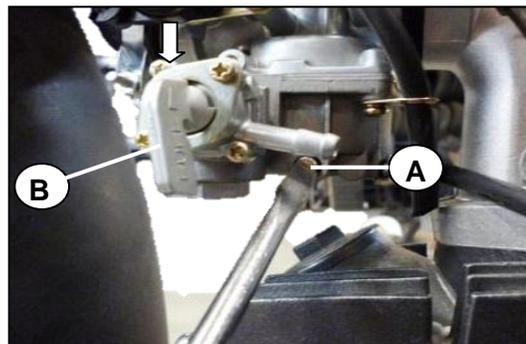

Fig. 8.2
- Con un destornillador gire el tornillo de drenaje del carburador [A] en dirección contraria a las manecillas del reloj unas cuantas vueltas. **Fig. 8.2**